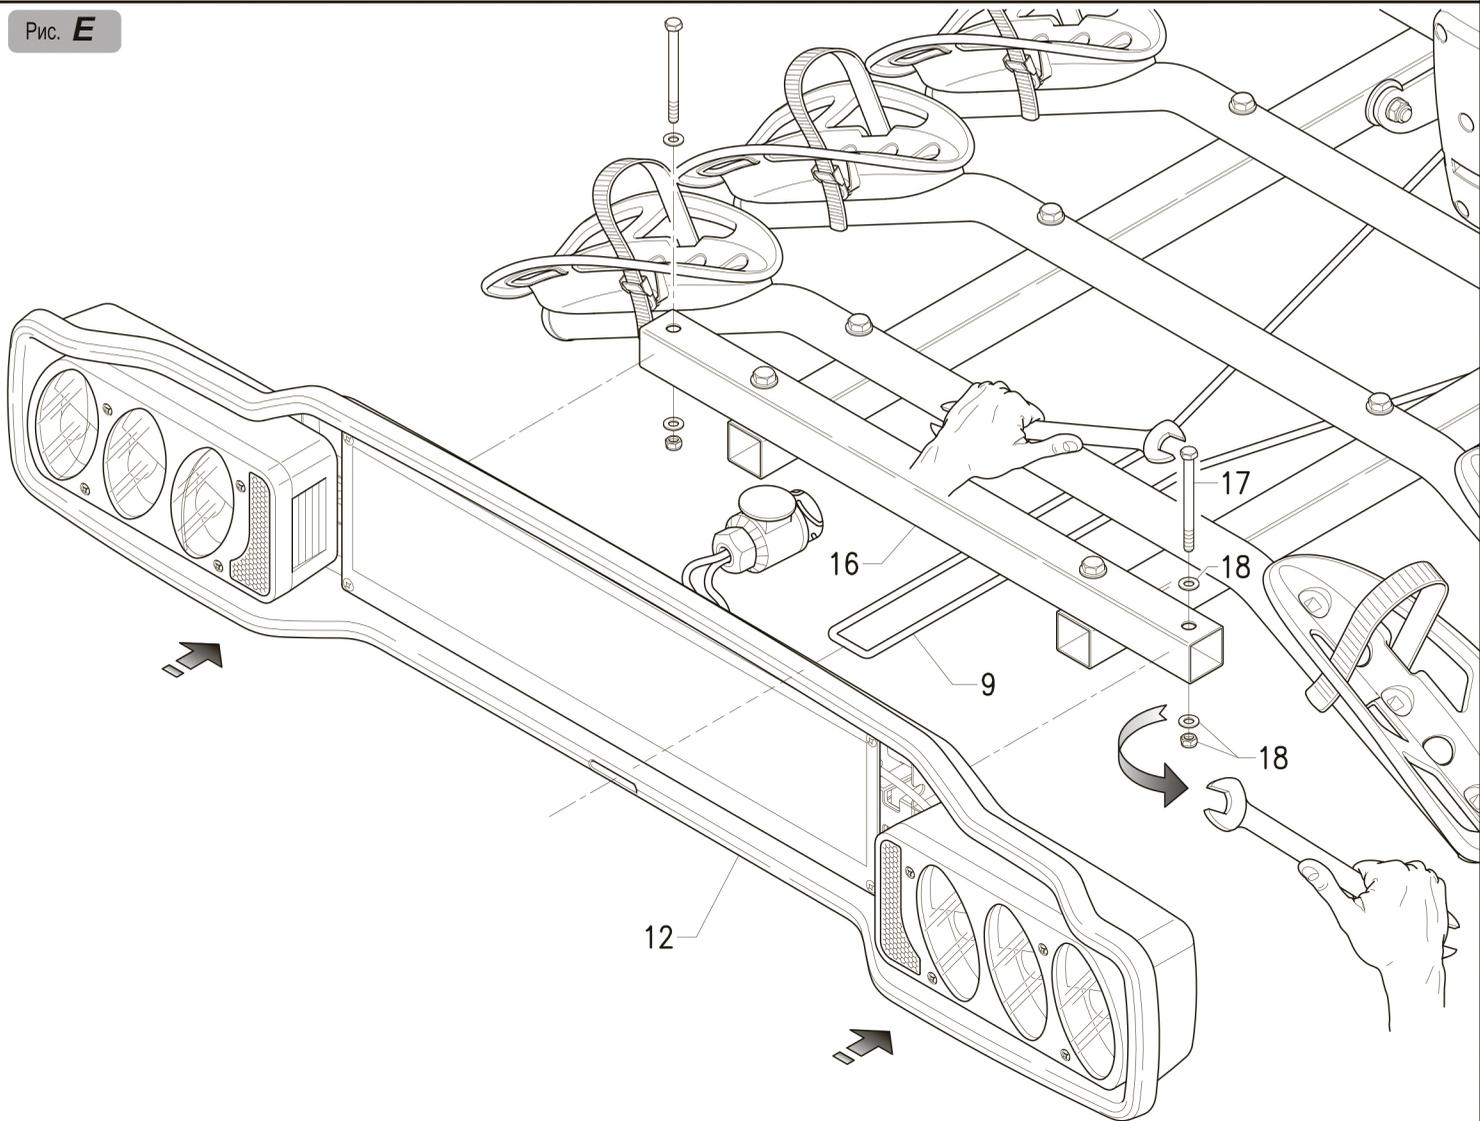

Рис. F1
- 10) Поверните рычаг **22** вверх, чтобы освободить его, поверните ключ **23** против часовой стрелки (Рис. F1).